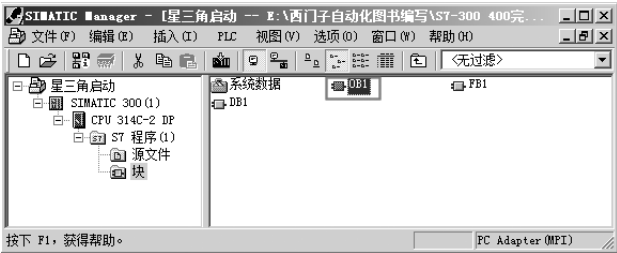

图 5-40 打开主程序块
7) 在 SIMATIC 管理器界面中，双击“OB1”，打开主程序块“OB1”，如图 5-40 所示。